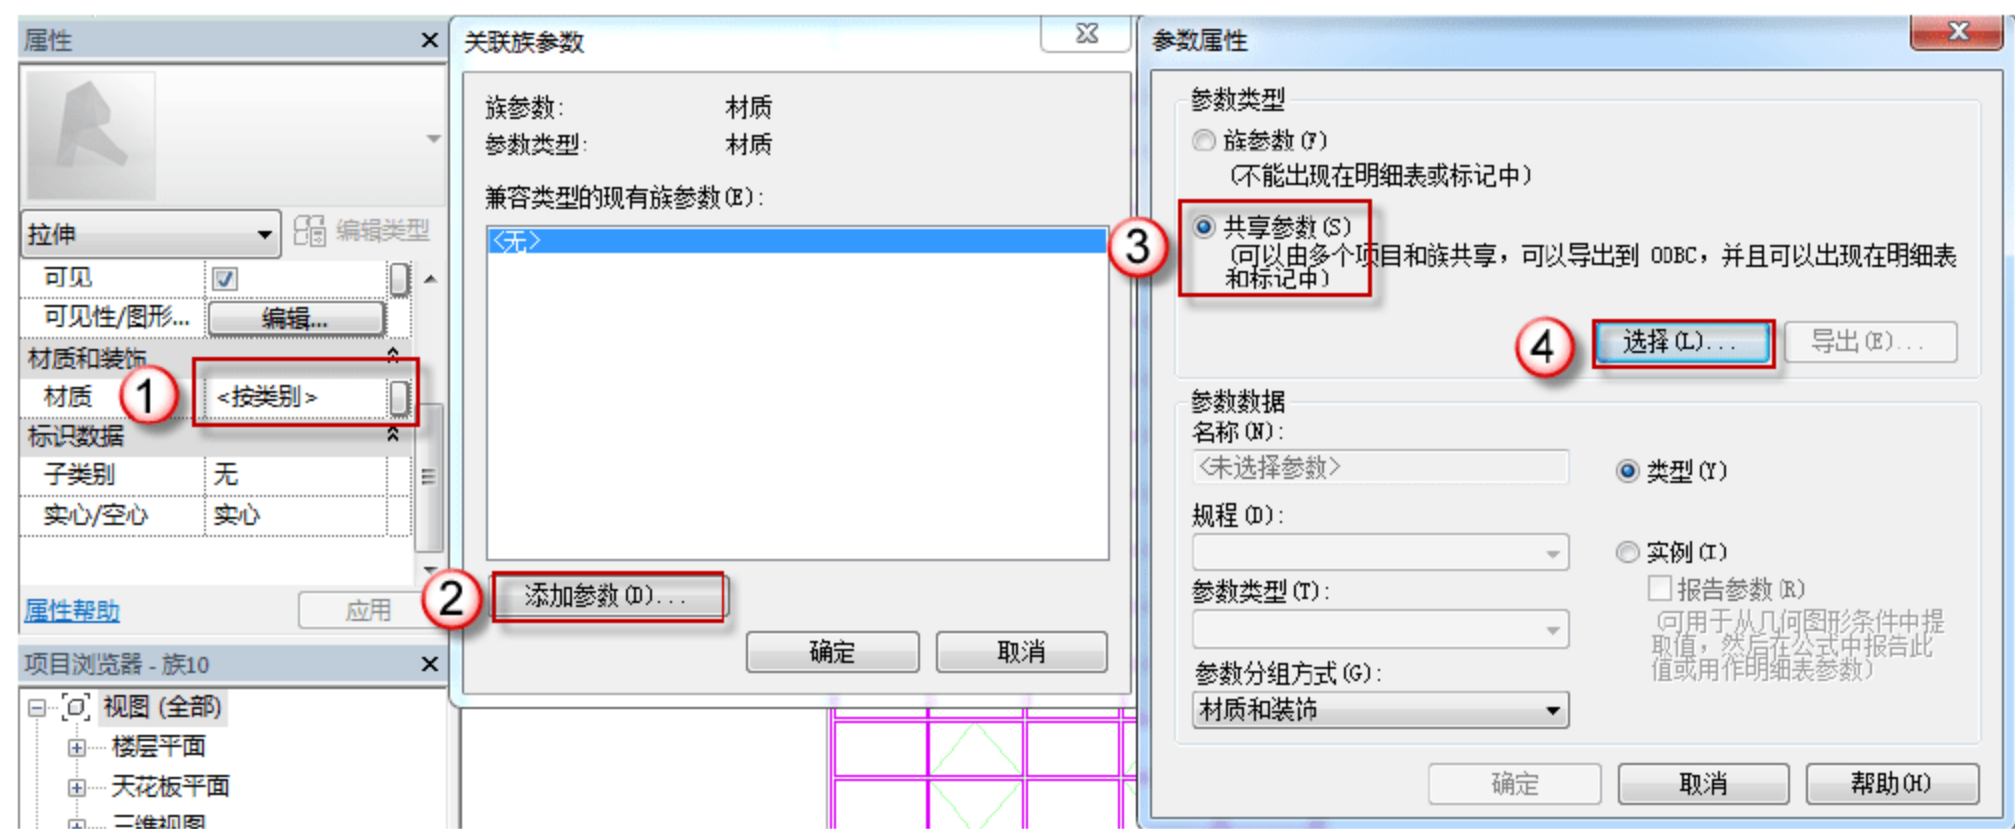

图 12.1.37 添加“天窗窗框参数”
(12) 添加“天窗窗框参数”。在“属性”面板的“材质和装饰”栏中单击“按类别”按钮，在弹出的“关联族参数”对话框中，单击“添加参数”按钮，进入“参数属性”对话框，选择“共享参数”单选按钮，单击“选择”按钮，如图 12.1.37 所示。